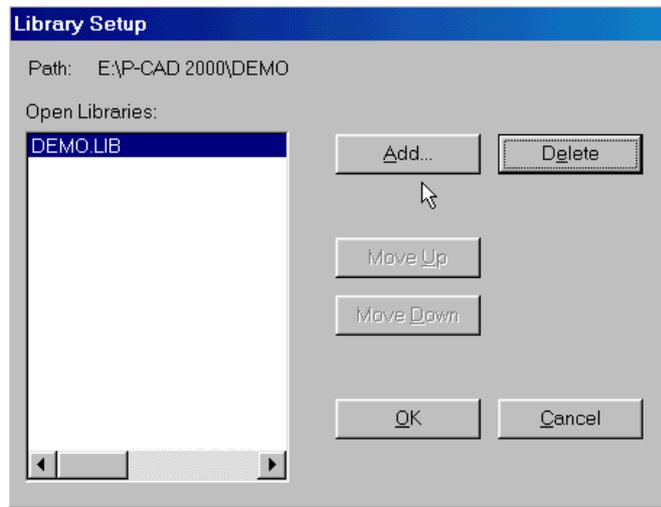

Рис. 5-3. Работа с библиотеками
2) На появившейся панели **Library Setup** нажмите кнопку **Add** (добавить) (см. рис. 5-3).